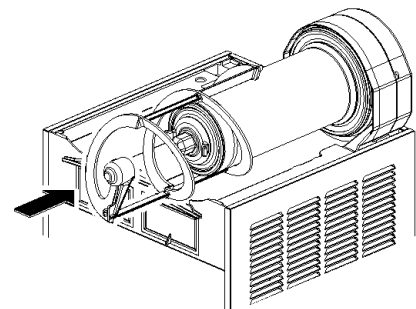

figura 16
- 6 Colocar sobre el evaporador el rascador exterior acoplado su extremidad anterior al arbol del rotor magnetico externo (ver figura 16).